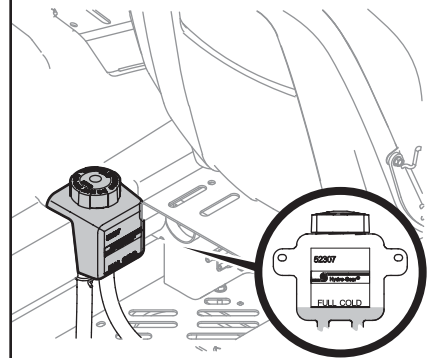

Figure 4-9
- Basculez le siège du conducteur vers l'avant et nettoyez le bouchon du réservoir et la zone autour du bouchon pour que les débris ne contaminent pas l'huile. Voir Figure 4-9.
- Tournez le bouchon vers la gauche pour le retirer, puis vérifiez le niveau d'huile. Il doit y avoir de l'huile au fond de la cuvette, cependant le niveau d'huile NE doit PAS dépasser la marque PLEIN FROID (FULL COLD). Voir Figure 4-9. NE REMPLISSEZ PAS LE RÉSERVOIR.